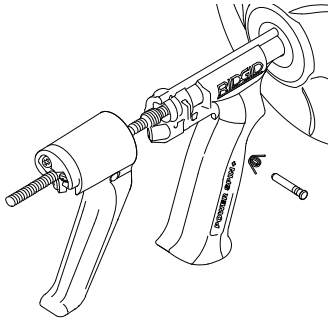

Figura 10 – Conjunto del gatillo
1. Empuje el pasador de pivote para que el extremo delgado atraviese el gatillo y separe el gatillo del mango (Figura 10). No pierda el resorte.
10. Instale el resorte y el gatillo, fijándolos con el pasador de pivote (Figura 10).